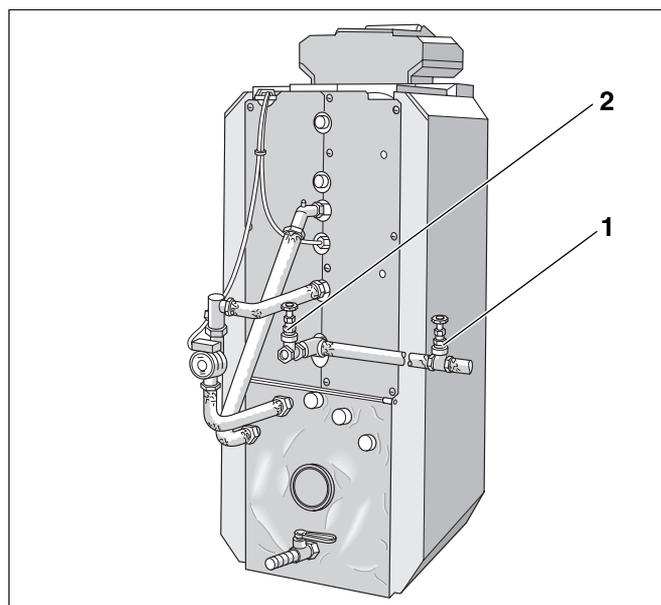

Abb. 50 Heizungsrücklauf Logano S115
- Eintritt Kaltwasser (Abb. 50, **Pos. 1**) schließen.
- Entleeranschluss des Speicher-Wassererwärmers (Abb. 50, **Pos. 2**) öffnen.